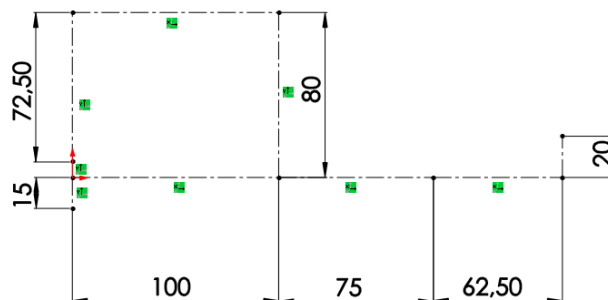

Figura 1.5 - Esboço inicial no plano XY.
2.2. Na Barra de ferramentas de **Esboço**, clique na setinha preta ao lado da ferramenta linha  e selecione **linha de centro** . Desenhe o esboço inicial da **Carenagem** e dimensione-o conforme a Figura 1.5.